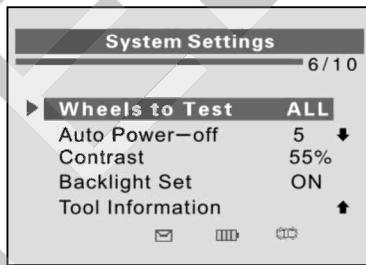

Рисунок 2-12
- 1) В окне **System Settings** [Параметры системы] с помощью **кнопок прокрутки вверх/вниз** выберите пункт **Wheels to Test** [Проверяемые колеса], а затем нажмите кнопку **Y**. См. рисунок 2-12.